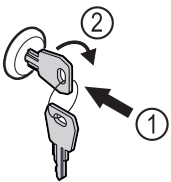

Fig. 129
- ▶ Sleutel erin duwen Fig. 129 (1).
- ▶ Sleutel 90° rechtsom draaien Fig. 129 (2).